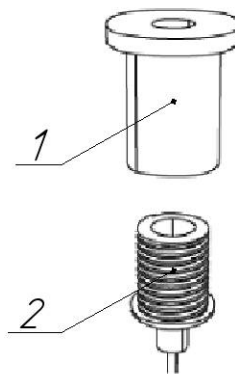

Рисунок 3 - Схема установки подвесов светильника
5.3.2. Закрепите подвесы (см. рисунок 3).